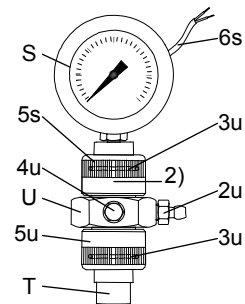

Рис. 22 Датчик разрыва мембраны
**Манометр должен быть заземлен. Подключение кабеля заземления (4u) см. на рис. 22.**